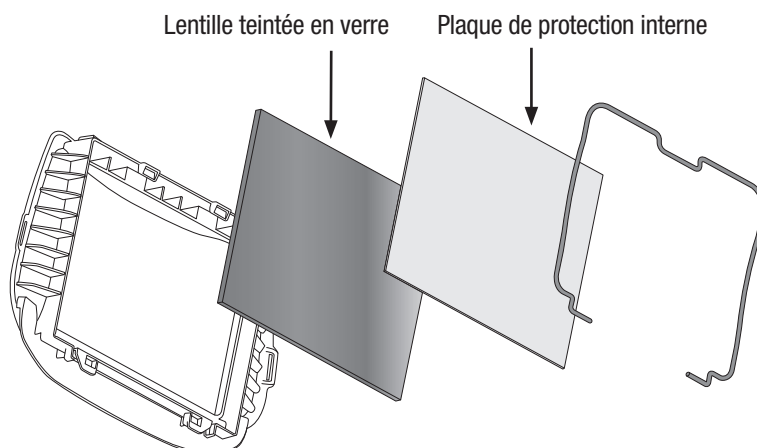

Fig. 22b
- Pour remplacer la lentille teintée en verre, retirer le dispositif de retenue, la plaque de protection interne et la lentille de couleur en verre, puis remplacer celle-ci par un verre de teinte plus foncé ou plus pâle, selon les besoins du soudeur (Fig. 22b).